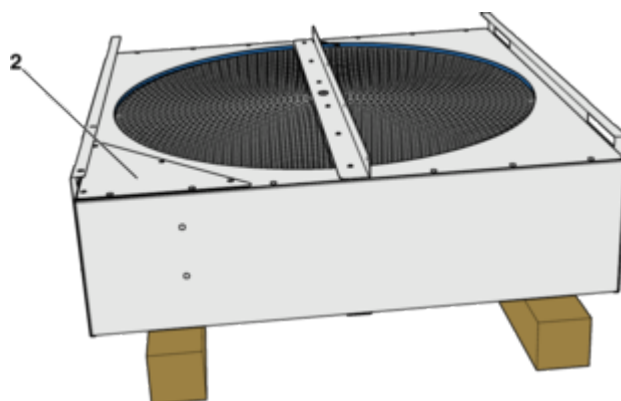

Abb. 60: RWT Wartungsdeckel
- 4 ▶ RWT aus Gerät heraus ziehen und zur Wartung den RWT hinlegen (Unterlage), Wartungsdeckel (Abb. 60 /2) oben.
- 13 ▶ Den Wartungsdeckel (Abb. 60 /2) wieder montieren.